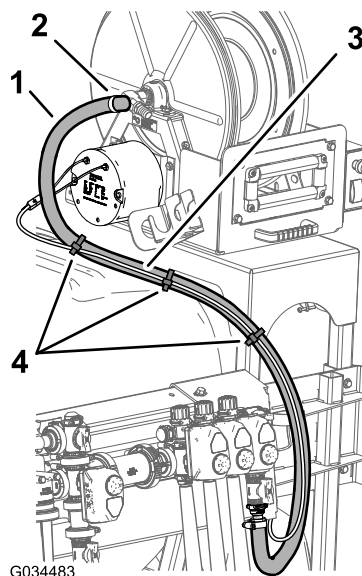

图 39
5. 如图 39 中所示将软管 180cm 连接到软管卷总成上的宝塔形软管接头并使用软管夹将软管固定到接头。
6. 如图 39 所示用 3 个扎带将旋转软管卷套件的线束固定到滚刀供水软管上。